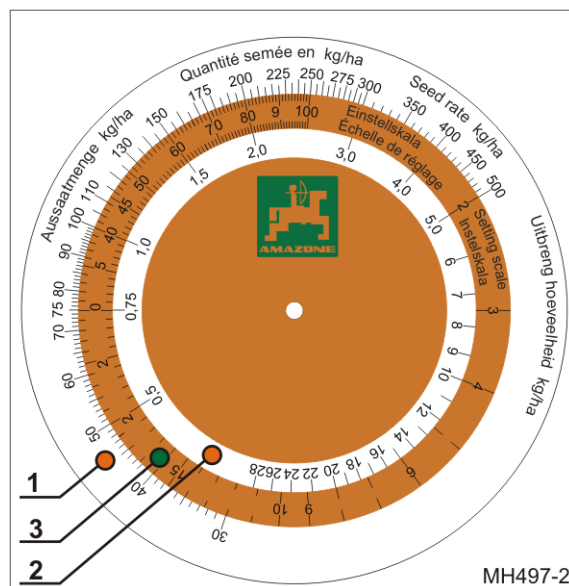

Рис. 53
- наружная белая шкала (Рис. 53/1) для всех норм высева более 30 кг/га;
- внутренняя белая шкала (Рис. 53/2) для всех норм высева менее 30 кг/га;
- цветная шкала (Рис. 53/3) с указанием всех положений редуктора от 1 до 100.